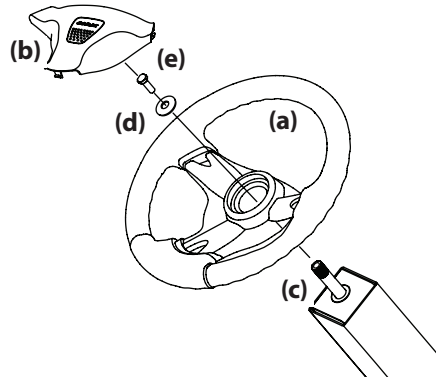

Figure 2-8
- La quincaillerie qui sert à fixer le volant de direction (a) se trouve sous le couvercle du volant de direction (b). Soulevez soigneusement le couvercle (b) pour retirer la quincaillerie. Voir Figure 2-8.
- Assurez-vous que les roues de l'appareil sont dirigées vers l'avant, puis placez le volant de direction (a) sur l'arbre de direction (c). Voir Figure 2-8.
- Placez la rondelle Belleville (d) sur le volant de direction (a) et fixez-la avec un boulon hexagonal (e). Voir Figure 2-8.
- Placez le couvercle du volant de direction (b) au centre du volant de direction (a) et poussez-le jusqu'à ce qu'il s'enclenche en place. Voir Figure 2-8.